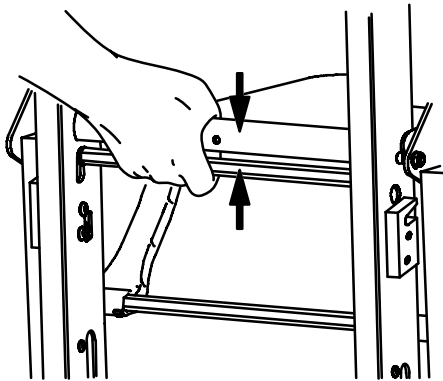

Figura 8 – Barra di rilascio del cingolo rosso
4. Barelliere lato testa: Premere la barra di rilascio del cingolo rosso contro il tubo trasversale nero (Figura 8). Allentare la presa sulla barra di rilascio e tirare con forza il sistema **Stair-TREAD** nella posizione di massima estensione fino a quando entrambi i lati si bloccano saldamente. Accertarsi sempre che entrambi i lati del sistema **Stair-TREAD** siano bloccati cercando di ripiegarlo.